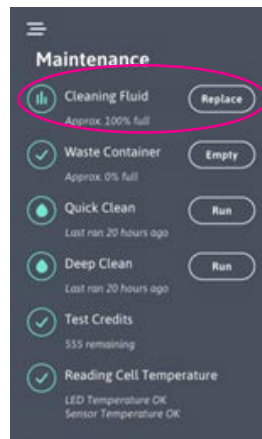

Figura 36
5. Pulse el botón «Cambiar» que aparece junto a Líquido de limpieza en el submenú de Mantenimiento para reiniciar (Figura 36).